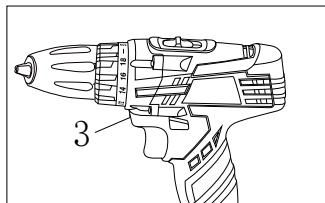

Рис. 5
- Свердління позначене позначкою (3)  на обертаючомуся кільці (Рис. 5).